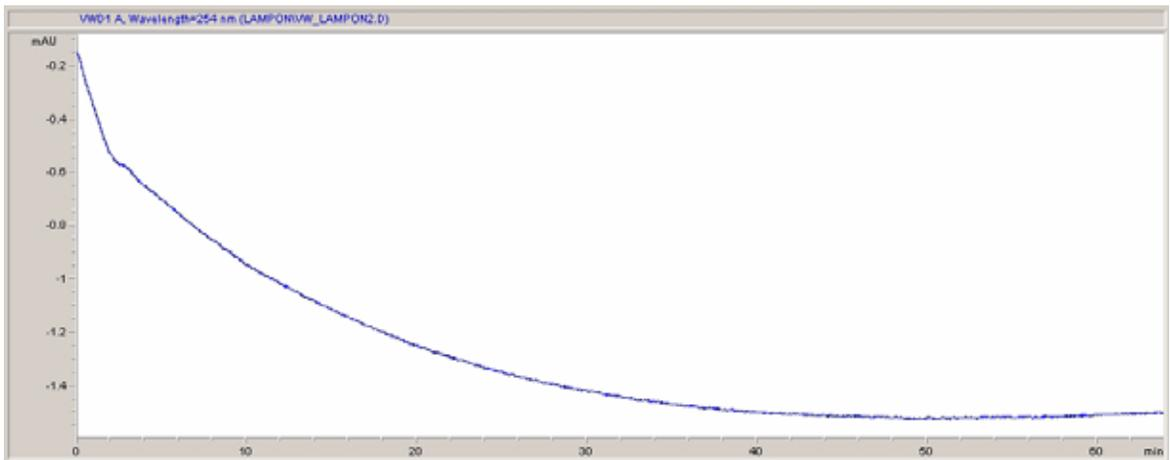

Figure 12 Stabilisation de la ligne de base
- 6 Laissez le détecteur se réchauffer pendant au moins 60 minutes pour fournir une ligne de base plus stable (exemple : Figure 12, page 47).